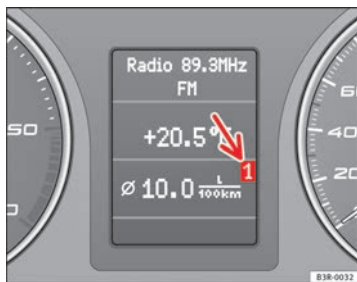

Abb. 59 Bordcomputer: Speicherebene 1
Welche Speicherebene gerade im Display angezeigt wird, können Sie anhand der dargestellten Nummer ⇒ Abb. 59 erkennen. Die Daten des Einzelfahrt-Speichers (Bordcomputer 1) werden angezeigt, wenn im Display eine **1** erscheint. Erscheint eine **2**, werden die Daten des Gesamtfahrt-Speichers (Bordcomputer 2) angezeigt.
- Die Reset-Taste **B** so lange antippen, bis der Bordcomputer (Speicherebene 1 oder 2) im Display ⇒ **Seite 89, Abb. 59** erscheint.